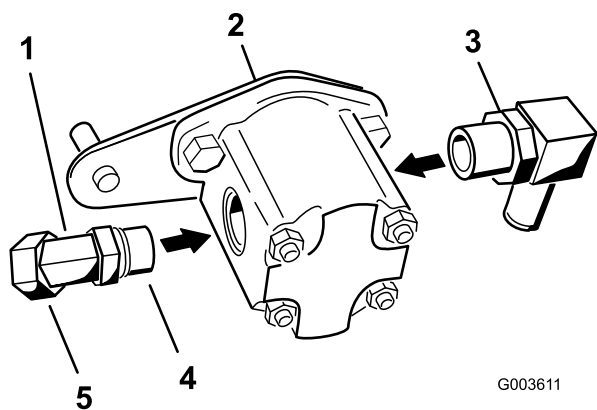

Figura 18
2. Montate il gomito a 45° sul lato della pompa idraulica (Figura 18).